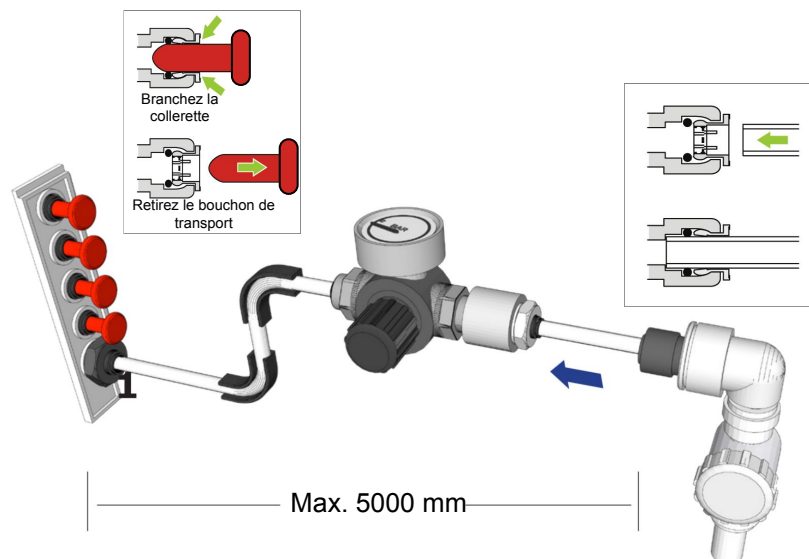

Fig. 1
2. RACCORDEZ le tuyau du régulateur de pression LA512 au réducteur de débit 8 mm (alimentation en eau potable) (Fig. 1).